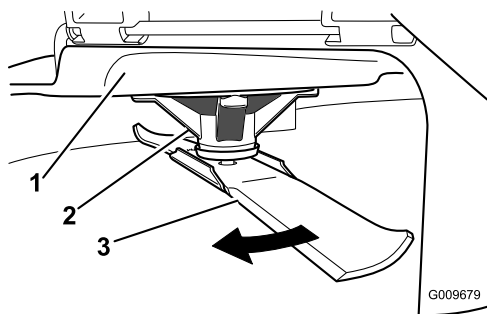

Figura 49
2. Indossando guanti ben imbottiti o altra protezione per le mani adeguata ruotare lentamente la lama da misurare in una posizione che consenta la misurazione effettiva della distanza tra il tagliente e la superficie piana su cui si trova la macchina (Figura 49).